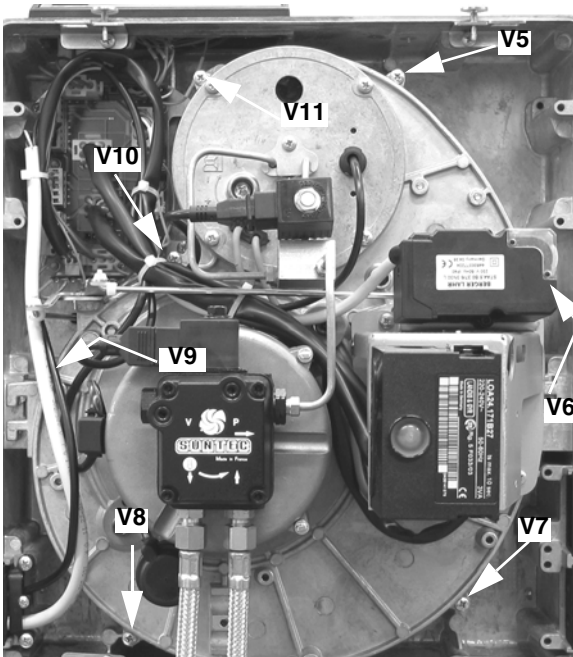

Fig. 47
- Quite los 7 tornillos V5 - V11 de fijación de la placa de los componentes (Fig. 47).
- Reinstale la placa de los componentes y apriete los 7 tornillos V5 - V11 (Fig. 47).
- Reinstale el cabezal de combustión y los 4 tornillos V1 - V4 (Fig. 47).